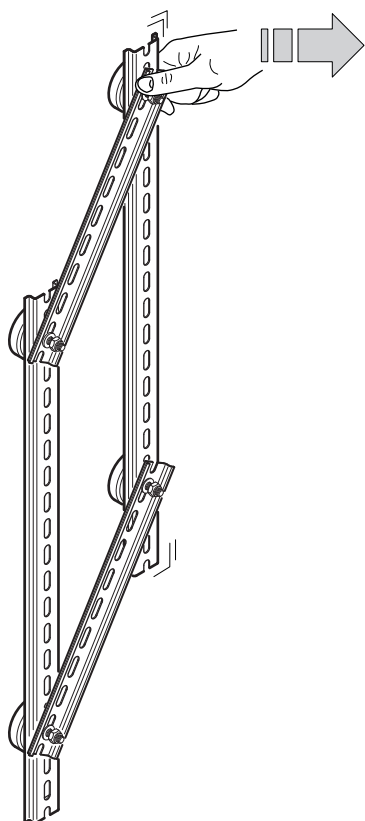

Fig. 3
1. Tirare le barre DIN finché saranno perfettamente allineate fra di loro (fig. 3).
1. Ziehen Sie die DIN-Stangen, bis sie perfekt zueinander ausgerichtet sind (Abb. 3).
1. Tire de las barras DIN hasta que estén completamente alineadas entre sí (fig. 3).
1. Pull the DIN rails until they are perfectly aligned with each other (Fig. 3).
1. Tirer les rails DIN jusqu'à ce qu'ils soient parfaitement alignés entre eux (fig. 3).